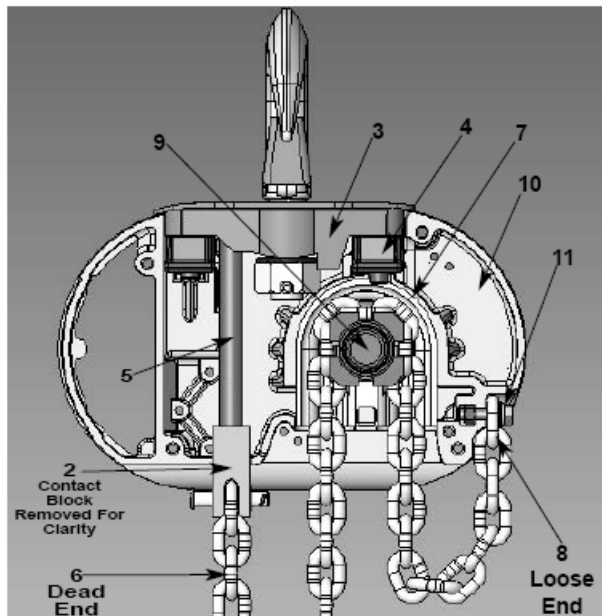

Abbildung 7: Befestigen der Lastkette (Modelle R und RR)
Die Hakenaufhängung, beide Aufhängungsschrauben, Begrenzungsbolzen, Unterlegscheibe und Splint auspacken. Es ist zu beachten, dass zur Aufhängung ein Leerstrangbolzen und die Leerstranghalterung gehören, die zur Aufnahme des Leerstrangs der Lastkette dienen (siehe Abbildung 7).
Legende zu Abb. 7
Der Leerstrang der Lastkette ist ab Werk an einem der letzten Kettenglieder mit einem Kabelbinder vorläufig fixiert. Der Kabelbinder darf **NICHT** entfernt werden, bevor die Kette an der Leerstranghalterung befestigt wurde (siehe Abbildung 7).
Bei den Modellen R und RR ist der Leerstrang der Lastkette ab Werk vorläufig mit einem Kabelbinder (1) an der Unterseite des Kettenzuggehäuses fixiert (siehe Abbildung 7). Der Clip befindet sich an einem der letzten Kettenglieder. Er darf erst entfernt werden, nachdem die Kette an der Leerstranghalterung (2) befestigt worden ist. Die Kette wird an der Leerstranghalterung wie folgt befestigt:
2. Der Leerstrang der Lastkette ist ab Werk an einem der letzten Kettenglieder vorläufig mit einem Clip (1) fixiert (siehe Abbildung 7). Der Clip darf erst entfernt werden, nachdem die Kette gesichert wurde.